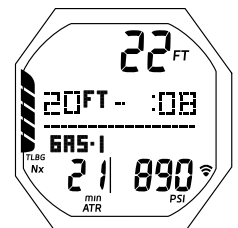

Fig. 81A - ÉCRAN PRINCIPAL DE PALIER DE DÉCOMPRESSION
**ÉCRAN PRINCIPAL DE PALIER DE DÉCOMPRESSION** : paramètres affichés (Fig. 81A)